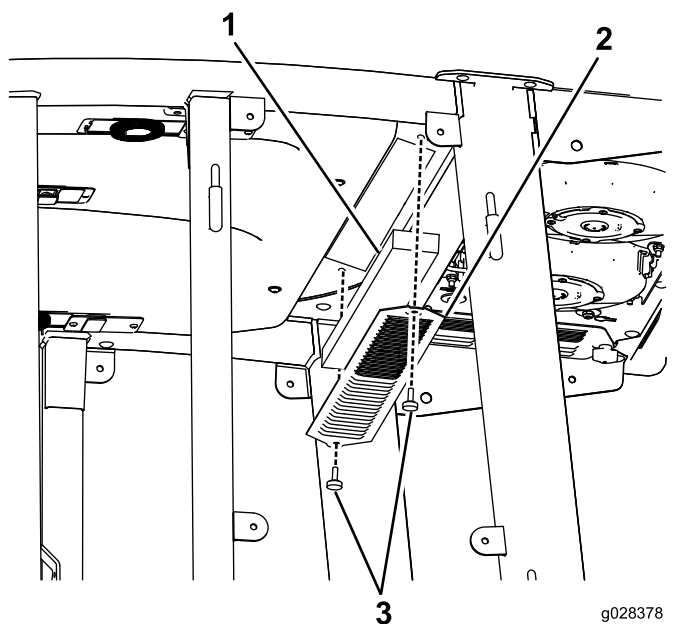
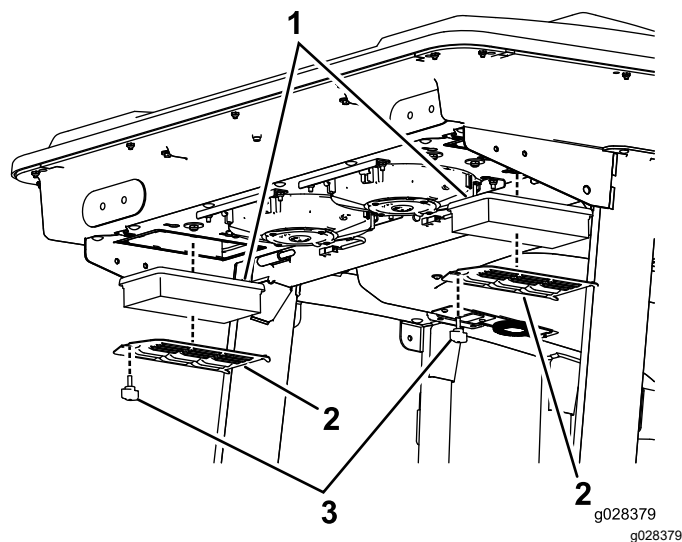

Figure 92
Figure 93
1. Retirez les vis et les grilles des filtres à air intérieur et arrière de la cabine (Figure 92 et Figure 93).